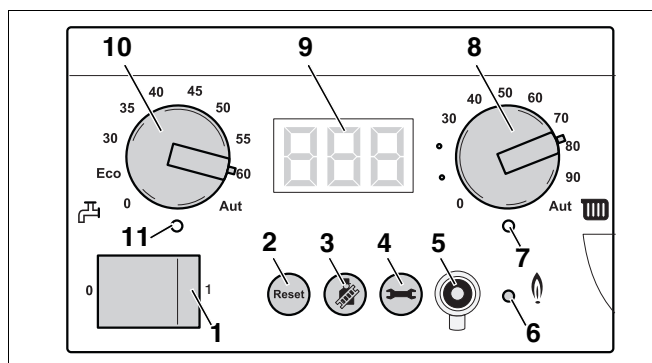

Рис. 87 Главный регулятор BC10
- Выключить отопительную установку пусковым выключателем на главном регуляторе Logamatic BC10 (рис. 87, поз. 1).
- Включить отопительную установку пусковым выключателем на главном регуляторе Logamatic BC10 (рис. 87, поз. 1).
- После того как светодиод "Горелка" (рис. 87, поз. 6) загорится, подождать одну минуту, пока отопительный котел не перейдет на частичную нагрузку.
- Нажать кнопку "Трубочист" (рис. 87, поз. 3) и удерживать нажатой (примерно две секунды), пока справа внизу на дисплее не исчезнет точка (рис. 87, поз. 9). См. также Таб. 9, „Тест дымовых газов“, стр. 43.